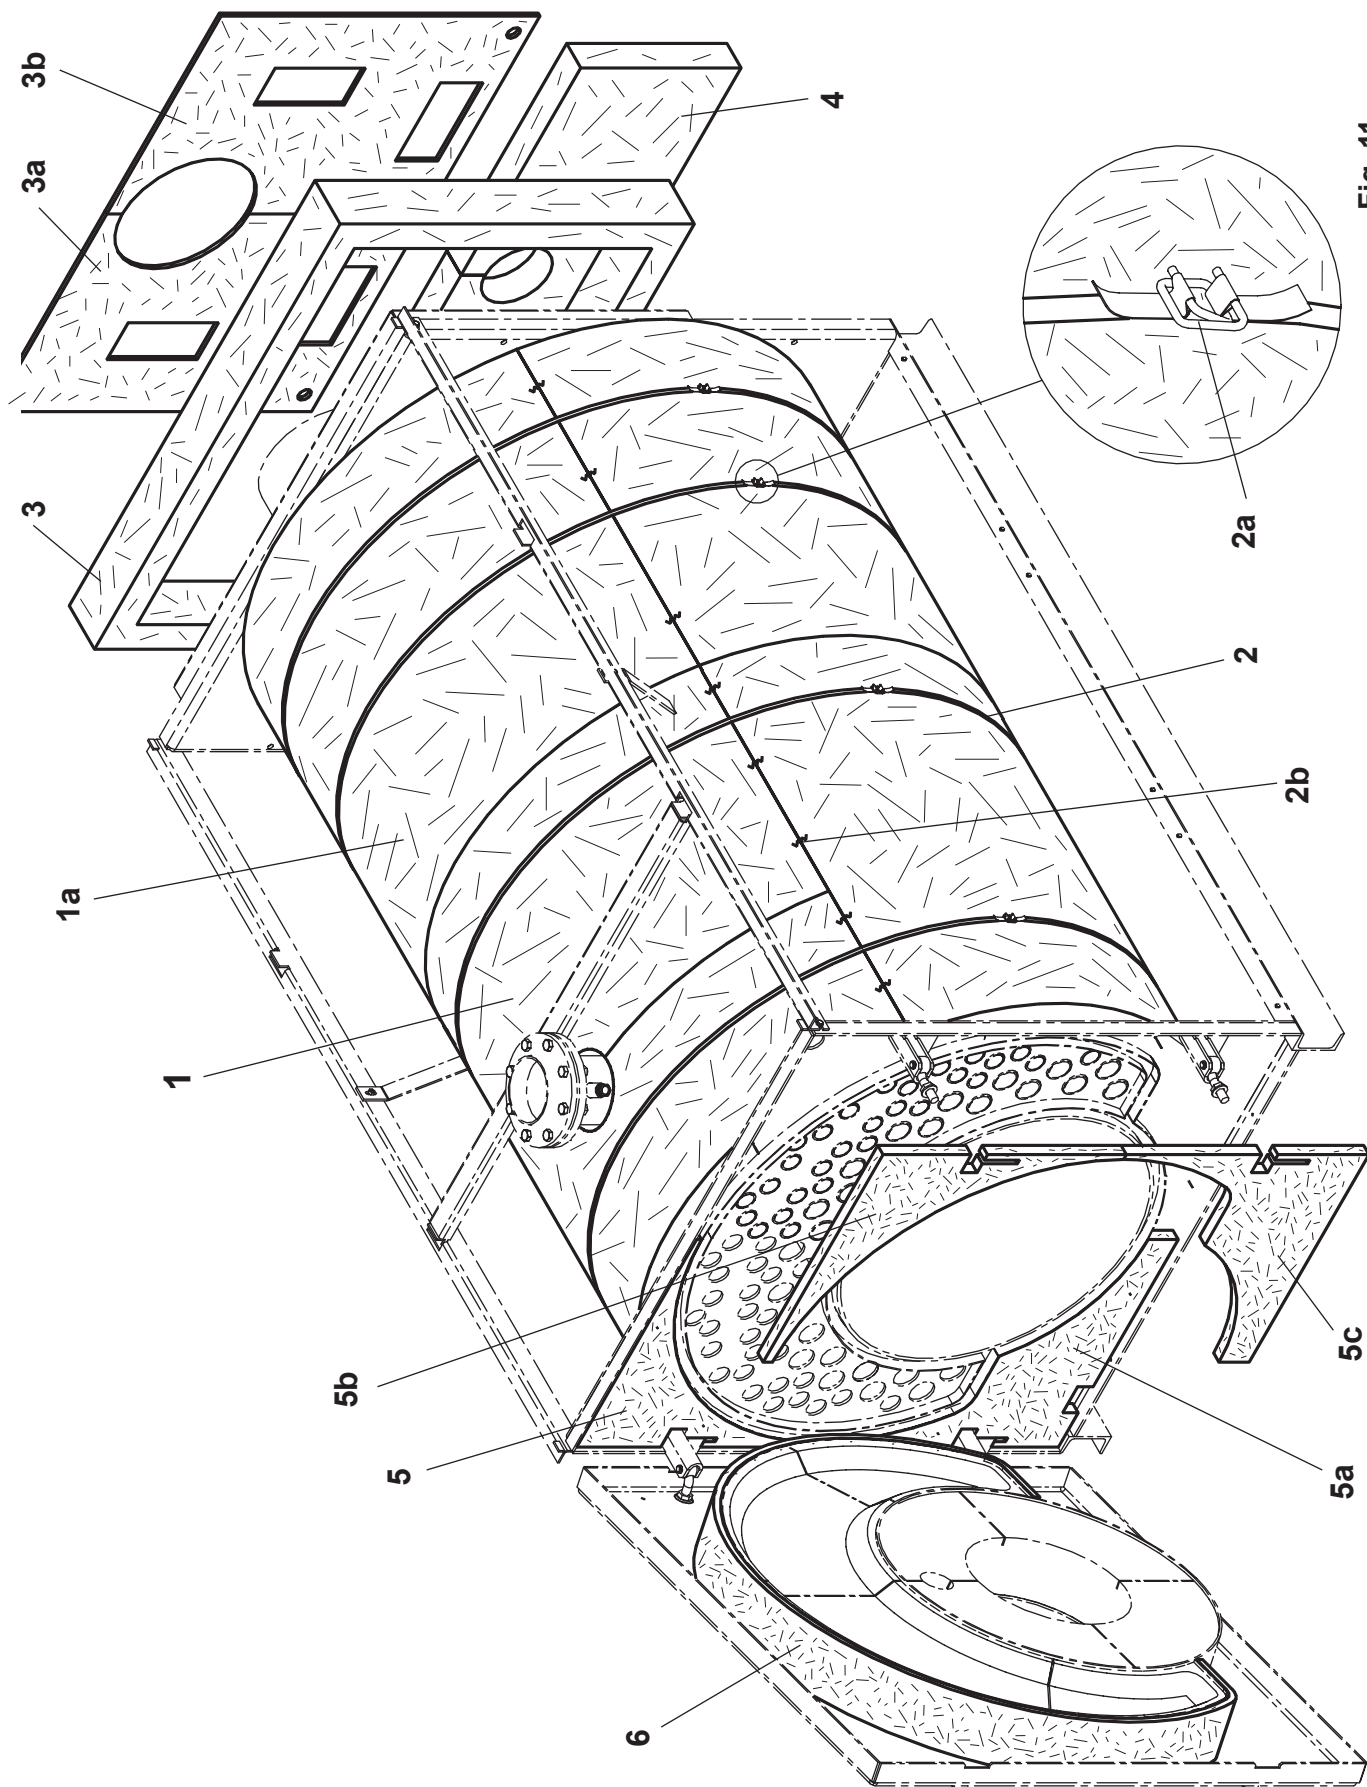

Fig. 11
1. Оберните теплоизоляционные маты (1/1a, Рис. 11) вокруг тела котла (соедините по бокам, черной стороной наружу).
2. Закрепите изоляционные маты (1/1a) пластиковыми ремнями (2) с пряжками (2a):
4. Поместите изоляционные маты (4, Рис. 11) на контакты, приваренные к задней стенке котла и закрепите специальными дисками (Рис. 10).
5. Поместите изоляционные маты (5/5a/5b/5c, Рис. 11) на контакты, приваренные к передней стенке котла и закрепите специальными дисками (Рис. 10).
6. Оберните изоляционные маты (6, Рис. 11) вокруг навесного фланца и закрепите держащими дисками (Рис. 10).